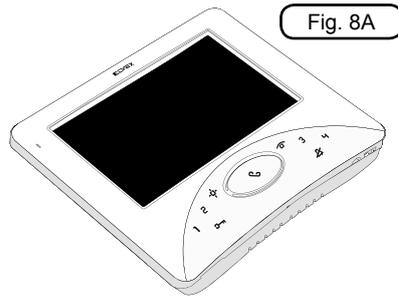

Fig. 8A
- Fissare la piastra di aggancio del videocitofono alla parete o alla scatola da incasso universale (tipo 503 o rotonda), ad una altezza di 1,45m dal pavimento al bordo inferiore (Fig. 8A, 8B, 8C).